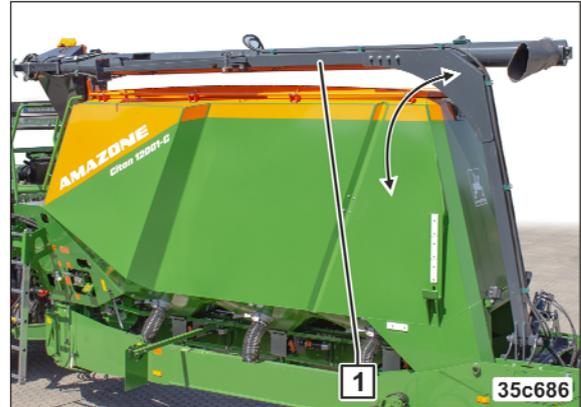

Fig. 243
1. Placer la vis de remplissage (Fig. 243/1) en position de travail.